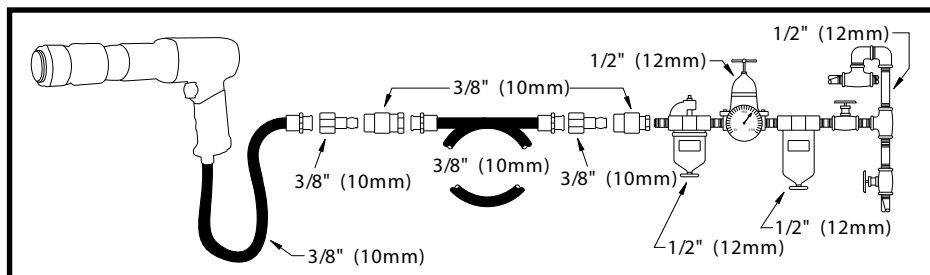

Figure 2 - Configuration recommandée de la conduite d'alimentation en air
3. Cet outil doit être alimenté en air pur et sec à une pression de 620 kPa. Une pression plus élevée entraînerait une usure nettement plus rapide. Reliez l'outil à la ligne d'air en utilisant la conduite, le tuyau et les raccords dans les dimensions indiquées dans Figure 2.
N'utilisez jamais d'attaches rapides sur l'outil. Reportez-vous Figure 2 d'installation.